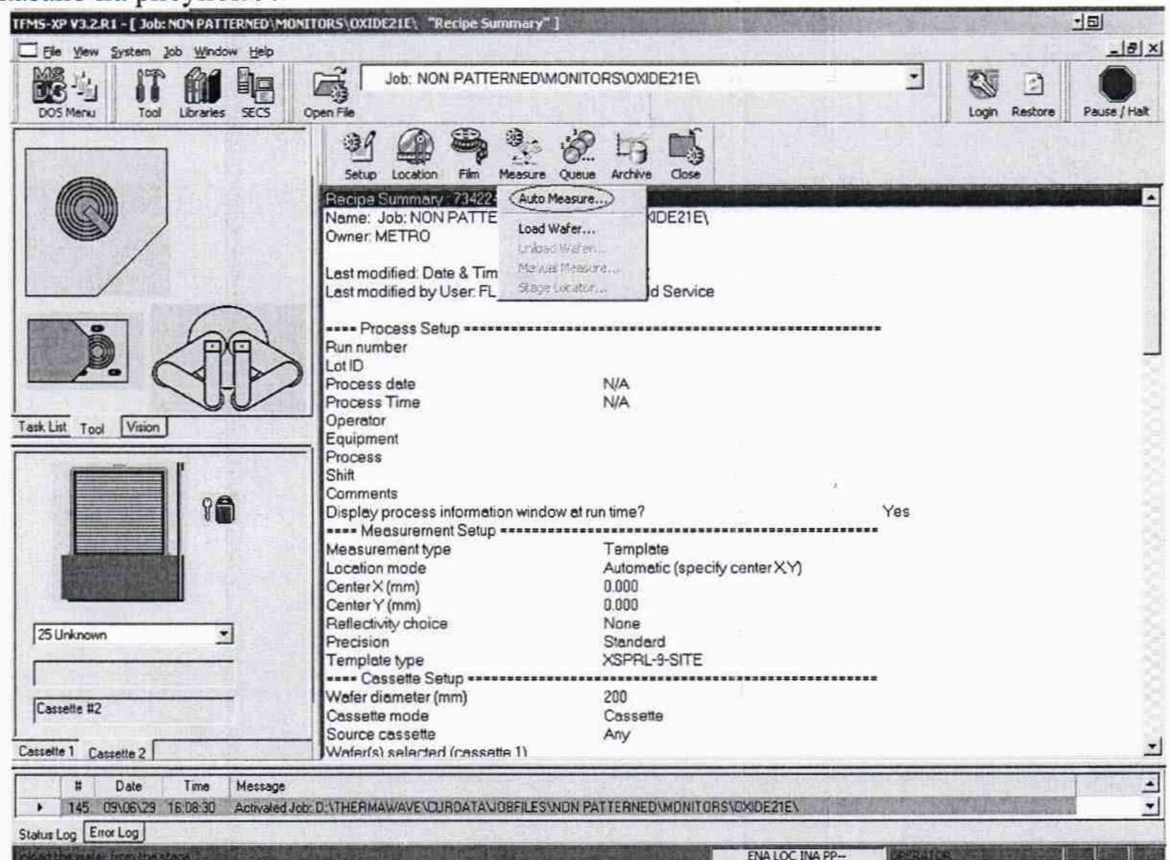

Рисунок 8
8.7.7. Нажмите «Auto Measure» (рисунок 8). Появится окно диалога «Enter Process Information» для ввода информации о процессе (рисунок 9).